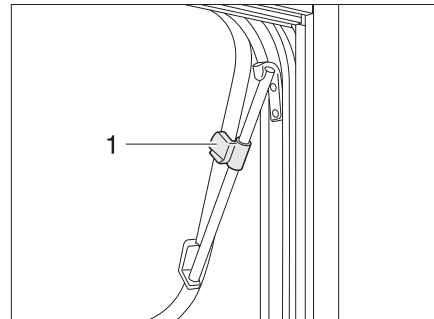

Fig. 33 Fenêtre projetante avec bras pivotants, ouverte
- Ouvrir la fenêtre projetante jusqu'à la position voulue et la bloquer avec la molette (Fig. 33,1).
- Tourner la molette (Fig. 33,1) jusqu'à ce que le dispositif de blocage soit libéré.